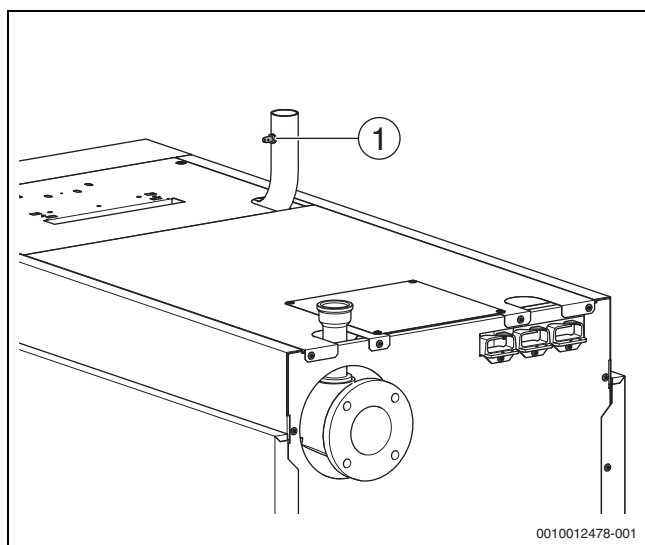

Bild 31 Gasleitung entlüften
- Verschlusschraube des Prüfnippels (→ Bild 31, [1], Seite 29) für den Gas-Anschlussdruck und Entlüftung um 2 Umdrehungen lösen.